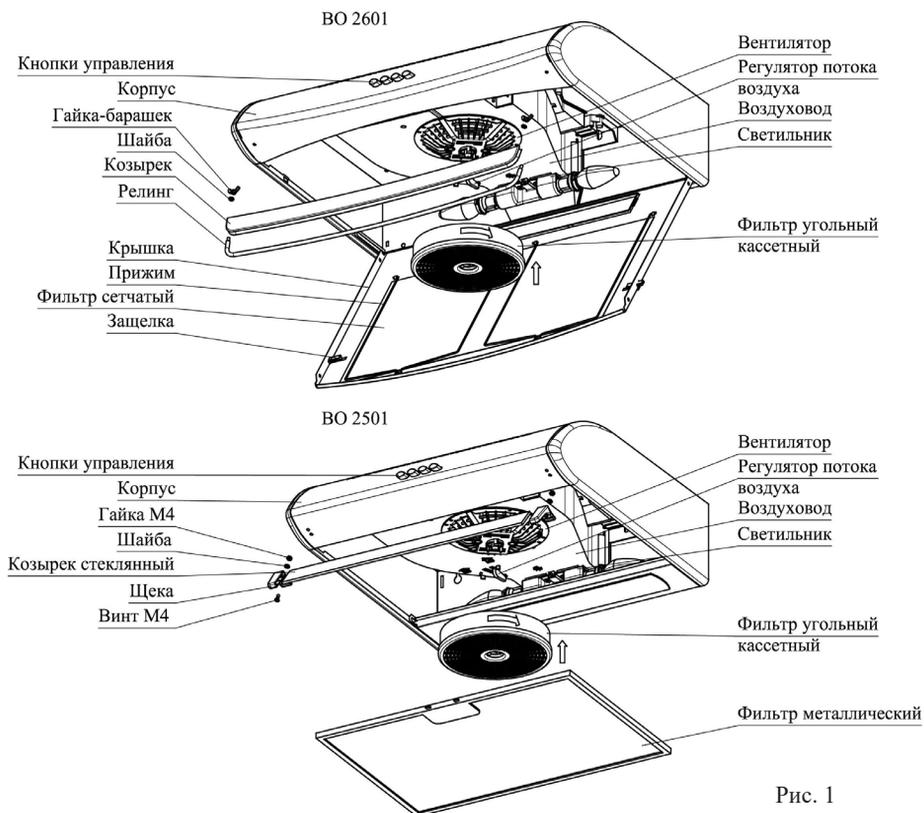
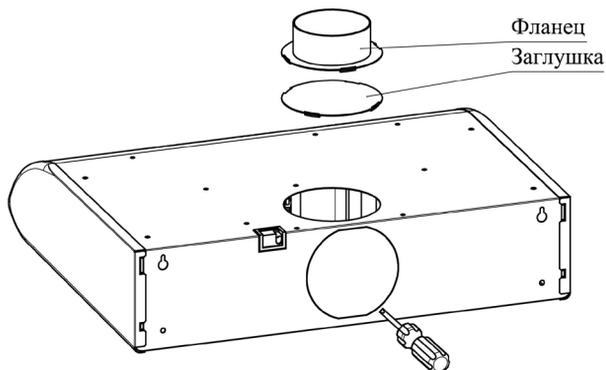

Рис. 1
Рис. 2
Внутри корпуса воздухоочистителя (рис. 1) располагаются вентилятор, светильник воздуховод с регулятором потока воздуха. На вентилятор установлен фильтр угольный кассетный. На передней части корпуса расположены кнопки управления работой воздухоочистителем.
В верхней и задней стенках корпуса воздухоочистителя имеются отверстия (рис.2), предназначенные для отвода воздуха наружу при помощи трубы, которая присоединяется к воздухоочистителю через фланец. Отверстие на задней стенке по контуру обозначено вырубленным элементом, который перед установкой фланца необходимо удалить при помощи отвертки или другого инструмента.
- 6.8 **ДЛЯ РАБОТЫ В РЕЦИРКУЛЯЦИОННОМ РЕЖИМЕ** совместите флажок регулятора потока воздуха (см. рис. 1) с рисунком "⏪" на воздуховоде воздухоочистителя. При данном режиме работы отверстие на верхней поверхности воздухоочистителя должно быть закрыто заглушкой (рис. 2).
Для установки фильтра угольного кассетного, оденьте его на фиксирующие элементы в центре вентилятора и поверните по часовой стрелке до упора (рис. 1). Демонтаж производится в обратном порядке.
ДЛЯ РАБОТЫ В ВЫТЯЖНОМ РЕЖИМЕ совместите флажок регулятора потока воздуха с рисунком "↗" на воздуховоде воздухоочистителя. При данном режиме работы в одно из выходных отверстий корпуса установить фланец. Если фланец установлен в отверстие на задней поверхности воздухоочистителя, то отверстие на верхней поверхности нужно закрыть заглушкой (рис. 2). Затем соедините фланец воздухоочистителя с вентиляционным каналом трубой диаметром 100 мм (в комплект поставки не входит приобретается отдельно).